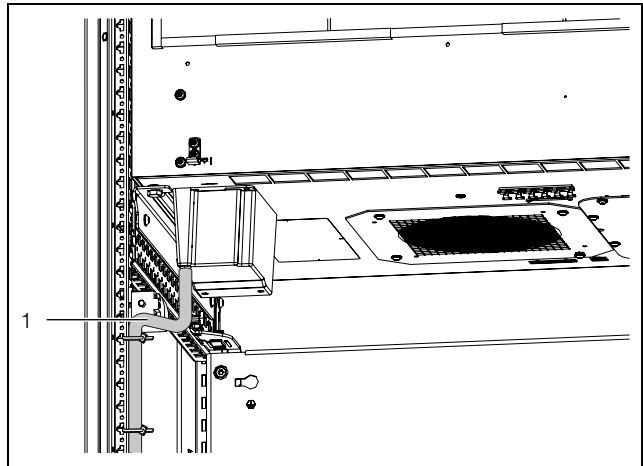

Bild 12: Dragning av slangen (exempel)
- Om integreringslösningen står på sockelsystemet VX, som finns som tillbehör: för kondensatslangen nedåt enligt anvisningarna ovan, genom botten på skåpet (bild 12).